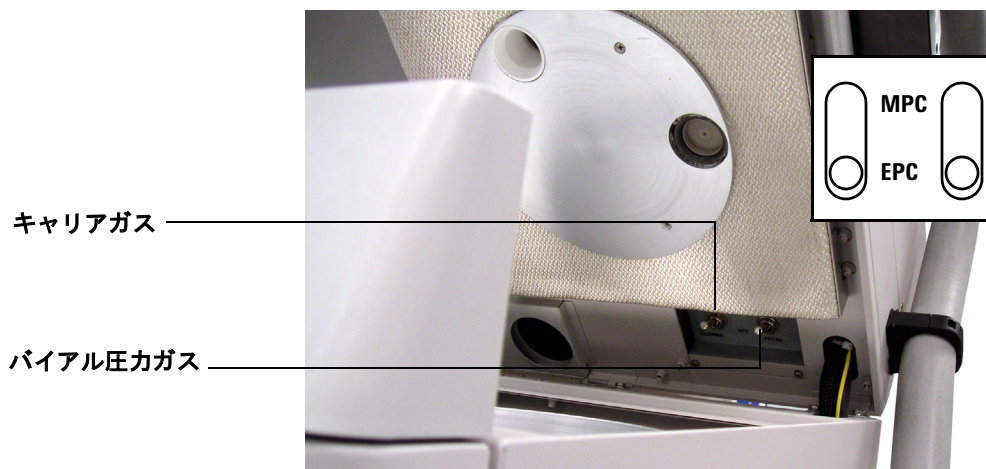

図 9 圧力コントロールトグルスイッチ
- 2 Headspace Sampler のふたの底面にある、キャリアガスとバイアル加圧ガスのトグルスイッチを所定の位置に設定します。図 9 を参照してください。出荷時は、MPC に設定されています。